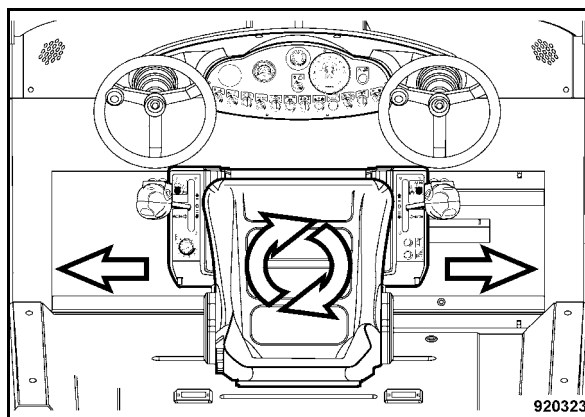

Fig. 63
- Regolare il sedile di guida e bloccarlo saldamente (Fig. 63).